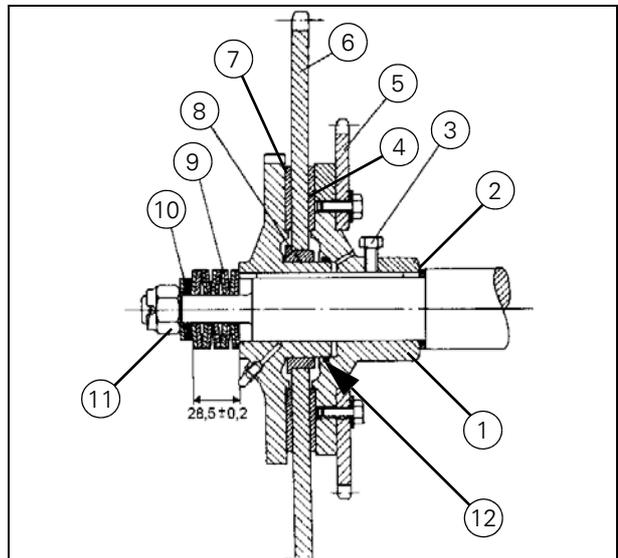

Рисунок 46
- ЗАПРЕЩАЕТСЯ смазывать подшипник скольжения (8) (Рис. 46).
- Установите новое уплотняющее кольцо (12) (Рис. 46) в ступицу муфты.
- Парно установите набор пружин (9) и плоский пружинный диск, как показано на (Рис. 46) (9). Сожмите пружины до размера (X) = $28,5 \pm 0,2$ мм.
- Установите необходимое количество промежуточных втулок (D) так, чтобы паз шплинта совпал с пазом гайки.
- Убедитесь, что звездочка (E) находится на одной линии со звездочкой промежуточного вала. При необходимости установите втулки в ступицу (F).
- После сборки через пресс-масленку запрессуйте консистентную смазку, пока она не покажется в отверстии ступицы муфты (B).